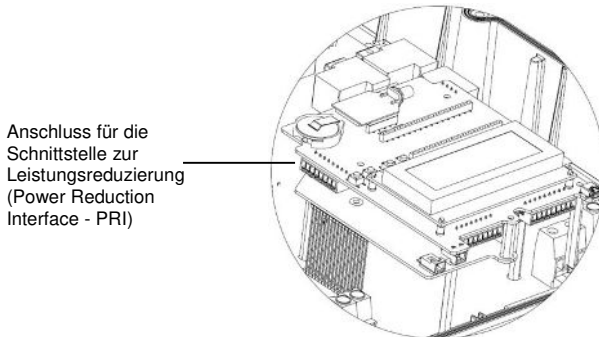

Abbildung 38 – PRI-Eingang
- 1 Schließen Sie den FRSE² direkt an die Kommunikationsplatine des SolarEdge Wechselrichters mithilfe des Steckers für die Schnittstelle zur Leistungsreduzierung (PRI) an. Abbildung 38 zeigt die Position des Anschlusses. Der Stecker ist eine 8-polige Klemmleiste.
- 3 Schließen Sie den FRSE¹ direkt an die Kommunikationsplatine des SolarEdge-Wechselrichters mithilfe des Steckers für die Schnittstelle zur Leistungsreduzierung (PRI) an. Abbildung 38 zeigt die Position des Anschlusses. Der Stecker ist eine 8-polige Klemmleiste.